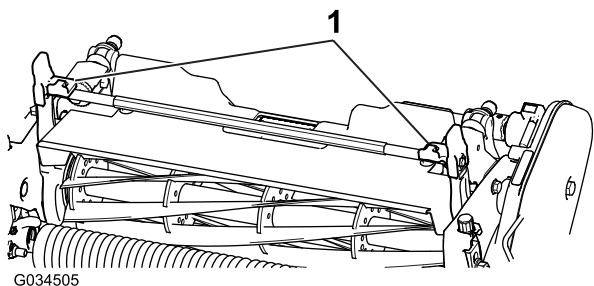
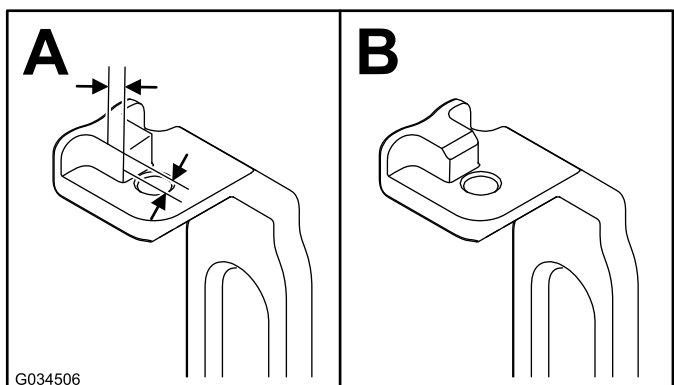

Figura 3
Figura 4
2. Su entrambi i bracci orientabili (Figura 3) misurate 2,28 mm sulle alette e limate l'angolo come illustrato nella Figura 4.